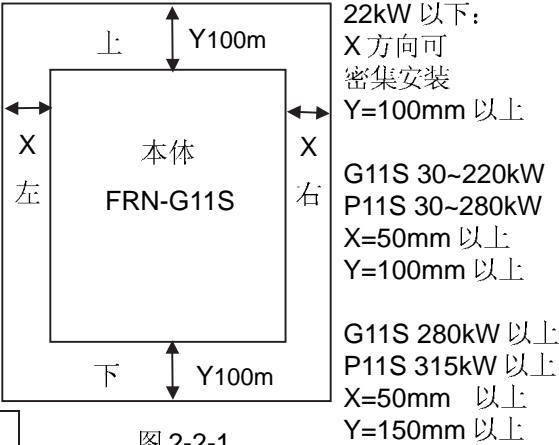

图 2-2-1
- ①变频器应垂直安装,在正前方能看到 FRENIC5000G11S 或 FRENIC5000P11S。请勿倒装,斜装或水平安装。应使用螺钉安装在牢固的结构上。
- ②变频器运行时要产生热量,为确保冷却空气的通路,应如图 2-2-1 所示,设计留有一定的空间。产生的热量向上散发,所以不要安装在不耐热设备的下方。
- ③变频器运行时,散热板的温度能达到接近 90℃。所以,变频器背面的安装面必须要用能耐受较高温度的材质。